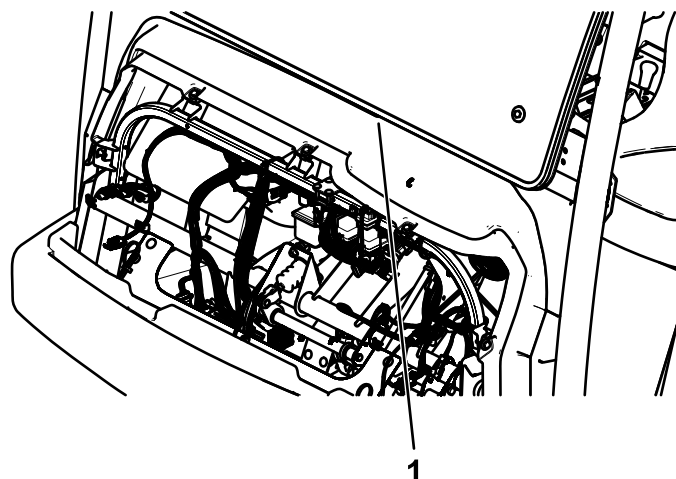

Figura 38
4. Chiudete la luce tra il cruscotto e la cabina regolando il bullone a tutta filettatura ($\frac{1}{2}$ " x 4") affinché la piastra di battuta non spinge in alto verso il cruscotto (Figura 38).